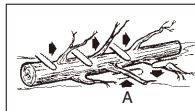

Bild. 12
Zweige werden vom gefällten Baum entfernt. Entfernen Sie Stützzweige (A) erst, wenn der Stamm in Längen geschnitten ist (Bild. 12). Unter Spannung stehende Zweige müssen von unten herauf geschnitten werden, damit die Kettensäge sich nicht verklemmt.